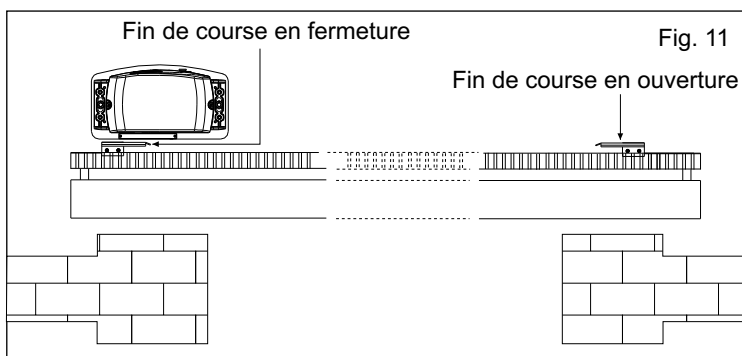

Fig. 11
**6.1.** Pour l'installation et le réglage du fin de course en ouverture (Fig. 11), il faut suivre les instructions reportées au-dessous:
**6.2.** Pour l'installation et le réglage du fin de course en fermeture (Fig. 11), suivre les instructions reportées au-dessous: